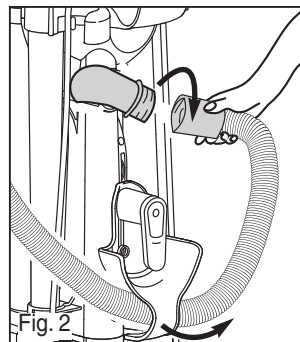

Fig. 2
- 4) Si aún está bloqueada, haga girar el puño de la manguera y retire la manguera de la parte de atrás de la aspiradora (Fig. 2).